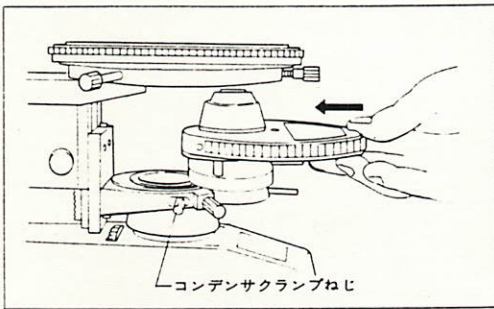

図7
- 2) ターレットコンデンサを図7のように、水平にコンデンサキャリアに押し込み、コンデンサキャリアの溝にターレットコンデンサのピンをはめ込ませてから、クランプねじでしっかり固定します。